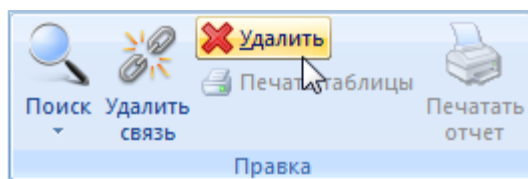

Рис. 26-3 – Кнопка «Удалить» панели «Правка»
3) Нажать кнопку «Удалить» панели «Правка» (рис. 26-3).